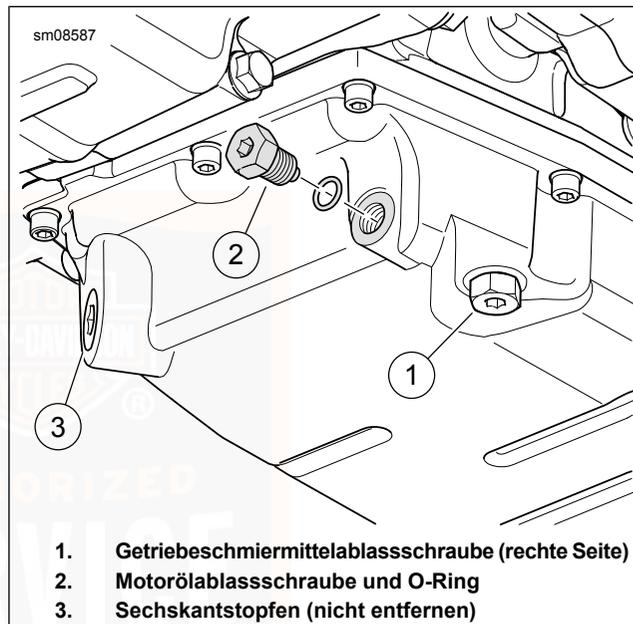

Abbildung 62. Ölwanne
3. Siehe Abbildung 62. Die Ölablassschraube (2) und den O-Ring entfernen. Das Öl vollständig ablaufen lassen.